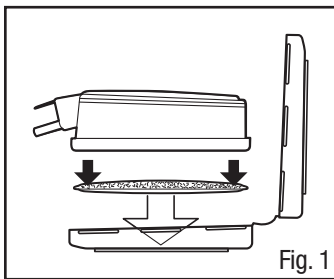

Fig. 1
1. Direcione um filtro na metade maior do retentor do filtro, de forma que a forma do filtro fique alinhada com a forma do retentor do filtro. Certifique-se de que o lado impresso do filtro esteja voltado para baixo (Fig. 1).